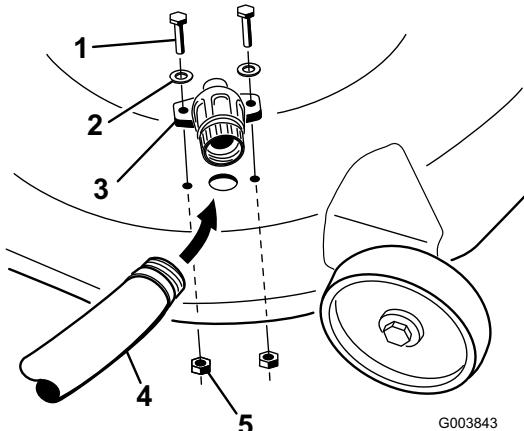

Figure 1
5. Montez le raccord de lavage sur le plateau de coupe, en le dirigeant vers l'extérieur, et fixez-le avec les boulons et contre-écrous fournis dans le kit (Figure 1).